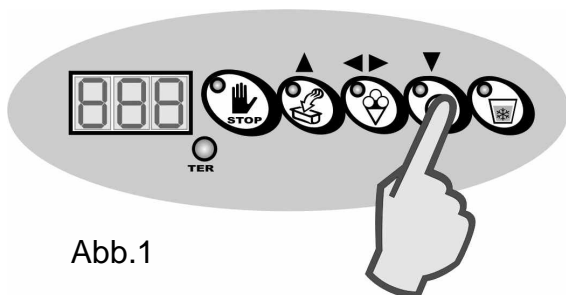

Abb.1
- Bei laufendem Zyklus drückt man erneut die Taste ZYKLUS HALBAUTOMATISCH GETIMT (Abb.1).